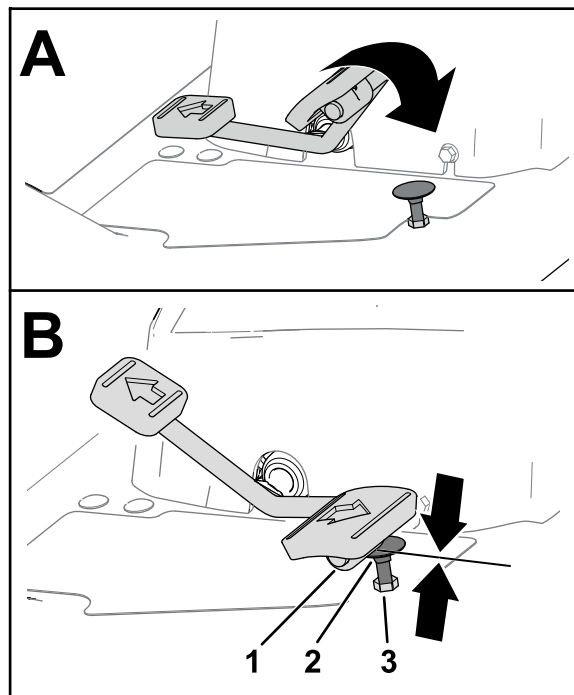
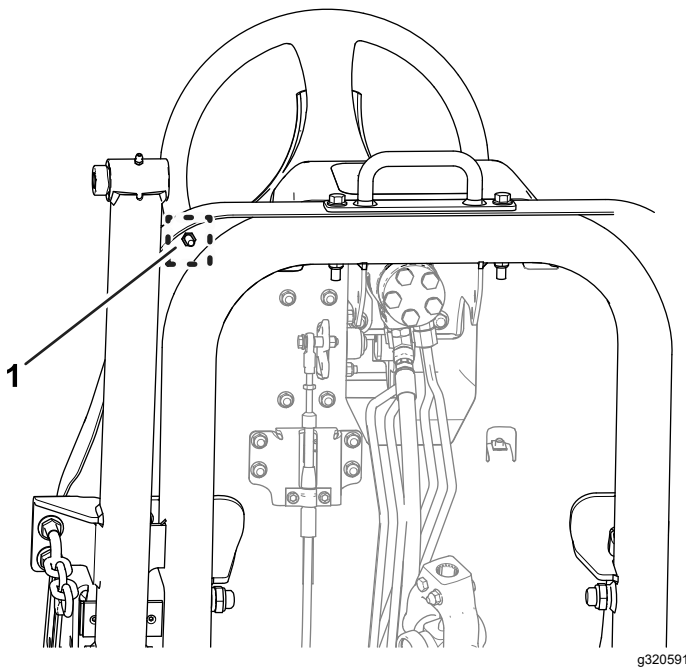

図 77
図 78
1. 走行ペダルを前進一杯に押し込む 図 77。
- A. レンチでペダルストップを押さえる 図 77。
- B. フットレストプレートの底部についているジャムナットをゆるめる 図 78。
- C. 走行ペダルを前進一杯にする 図 77。
- D. ペダルストップを押さえておいて、フットレストプレートの上側にあるジャムナット 図 77 を調整して走行ペダルをストップに接触させる。
- F. ペダルストップを押さえた状態でフットレストプレート底部のジャムナット 図 77 と 図 78 を 37-45 N·m 3.7-4.6 kg·m = 27-33 ft·lb にトルク締めする。